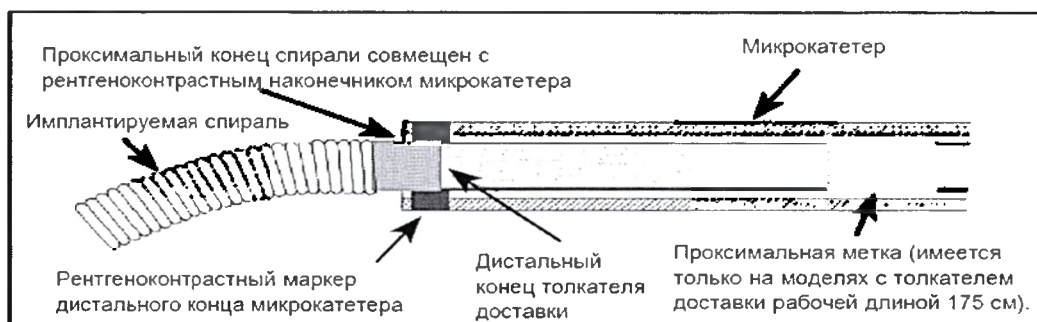

Рисунок 4 – Положение лент маркера для отсоединения
29. Продвигайте спираль в желаемое место до тех пор, пока рентгеноконтрастный маркер на толкателе доставки не будет совмещен или будет располагаться немного дальше рентгеноконтрастного маркера дистального наконечника микрокатетера, поместив зону отсоединения сразу же за пределами конца микрокатетера. См. рисунок 4.